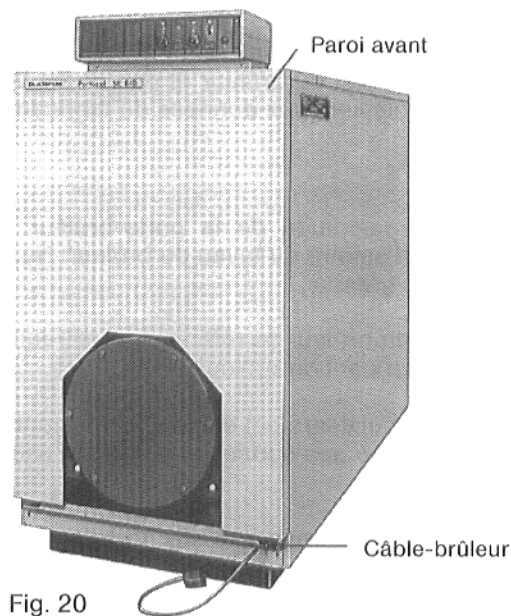

Fig. 20
1. Détacher la paroi avant par le haut et l'enlever par devant (fig. 20)